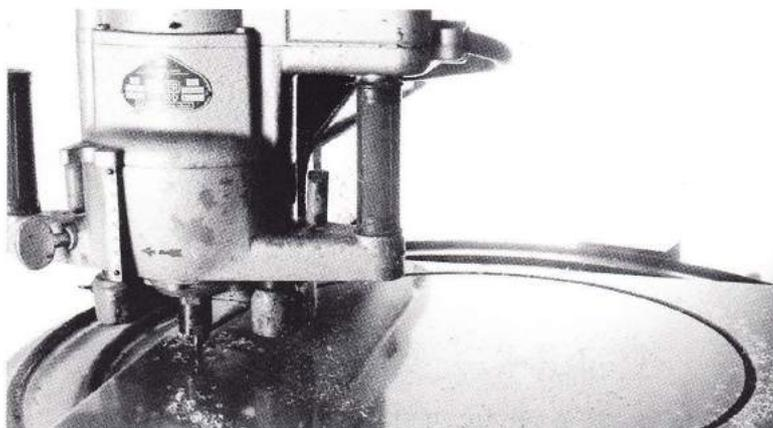

Рис. 18. Фреза
- фрезерная машина или аналогичная машина с вращающимся зажимным устройством в виде стола (рис. 18).